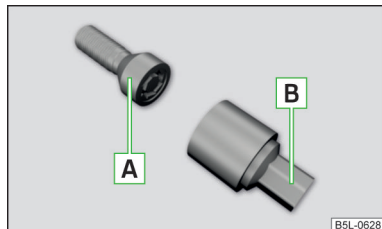

Fig. 120
Șuruburile de roată antifurt protejează roțile față de un furt. Acestea pot fi **slăbite/strânse** exclusiv cu adaptorul **B** » fig. 120.
- > Introduceți adaptorul **B** » fig. 120 până la limită pe șurubul de roată antifurt **A**.
- > Introduceți cheia de roți pe șurub până la capăt. Pentru șuruburile de roată antifurt folosiți adaptorul corespunzător » fig. 120 la pagina 114.